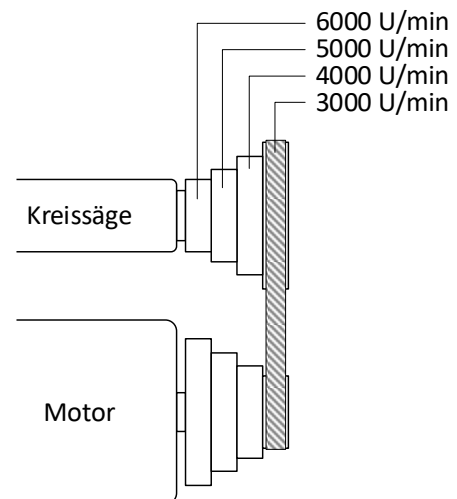

Abbildung 53: Drehzahlschema
- Jetzt den Keilriemen gemäß ⇒ Abbildung 53 auf die gewünschte Drehzahl umlegen. **Faustregel:** Den Riemen immer zuerst von „groß“ nach „klein“ umlegen.
- Stellhebel (H) nach links schwenken